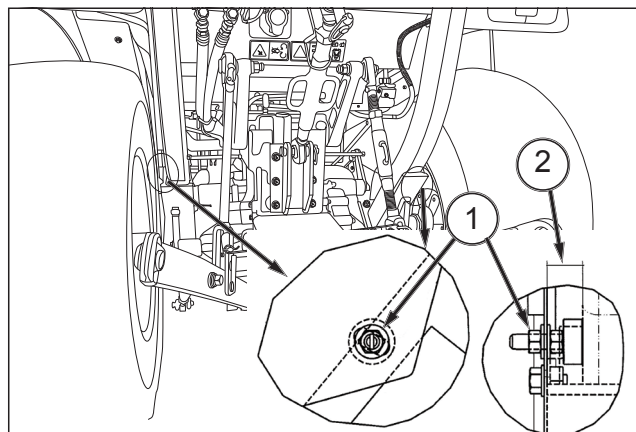

FIG. 95
FIG. 95 : le coussinet en caoutchouc se situe à l'arrière de l'aile (2 positions : gauche et droite). Pour régler ou installer le coussinet en caoutchouc, placez ce dernier (1) au contact de l'arceau de sécurité. Puis, placez l'écrou pour que le jeu entre la rondelle extérieure et l'aile soit de 5 mm, puis fixez l'écrou à l'intérieur. (Le jeu (2) est de 23,5 mm). Ne placez pas le coussinet en caoutchouc au contact du cordon de soudure de l'arceau de sécurité.